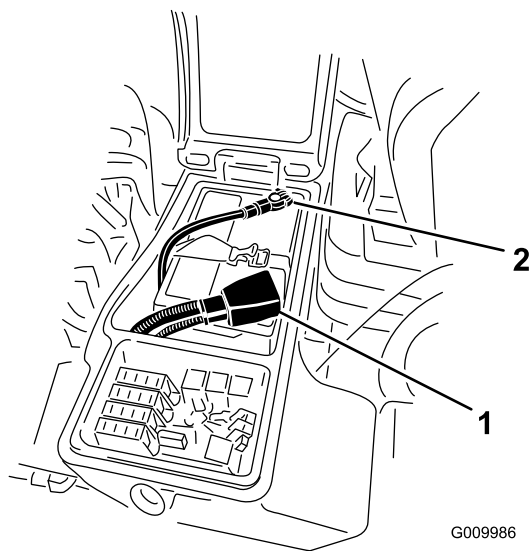

Рисунок 76
3. Отсоедините отрицательный кабель (черный) от отрицательной (-) клеммы и положительный кабель (красный) от положительной (+) клеммы аккумуляторной батареи (Рисунок 76).
6. Подсоедините положительный кабель (красный) к положительной клемме (+), а отрицательный кабель (черный) – к отрицательной (–) клемме аккумуляторной батареи (Рисунок 76).